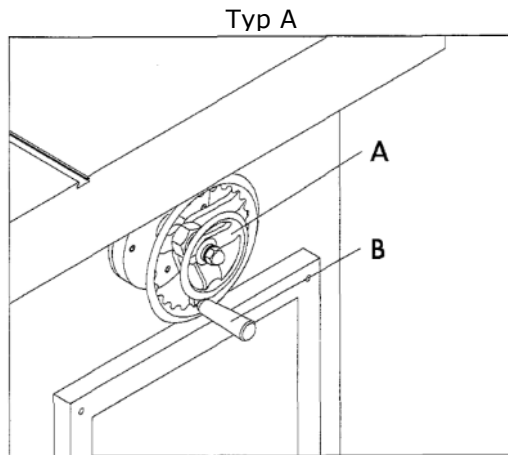

Abbildung 13 Handrad Höhenverstellung
- Vor der Einstellung der Spindelhöhe muß die Handradblockierung (A) Abb.13 gelöst werden.
- zur Verstellung der Spindel nach oben ist das Handrad (B) entgegen dem Uhrzeigersinn zu drehen, zur Verstellung nach unten muß das Handrad (B) im Uhrzeigersinn gedreht werden.
- Sobald die gewünschte Spindelhöhe erreicht ist, ist die Handradblockierung (A) festzuziehen.